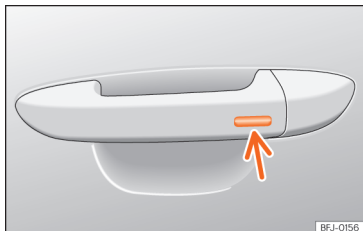

Fig. 61 Manipulo da porta: superfície sensora.
- **OU:** através do sistema Keyless Access (apenas fecho): Mantenha um dedo durante alguns segundos sobre a superfície sensora de bloqueio  **Fig. 61** [seta] do manípulo da porta para fechar as janelas e o teto. Se deixar de tocar na superfície sensora, a função de fecho é interrompida.
Mantenha um dedo durante alguns segundos sobre a superfície sensora de bloqueio >>> **Fig. 61** (seta) do manípulo da porta para fechar o teto. Se deixar de tocar na superfície sensora, interrompe a função de fecho.